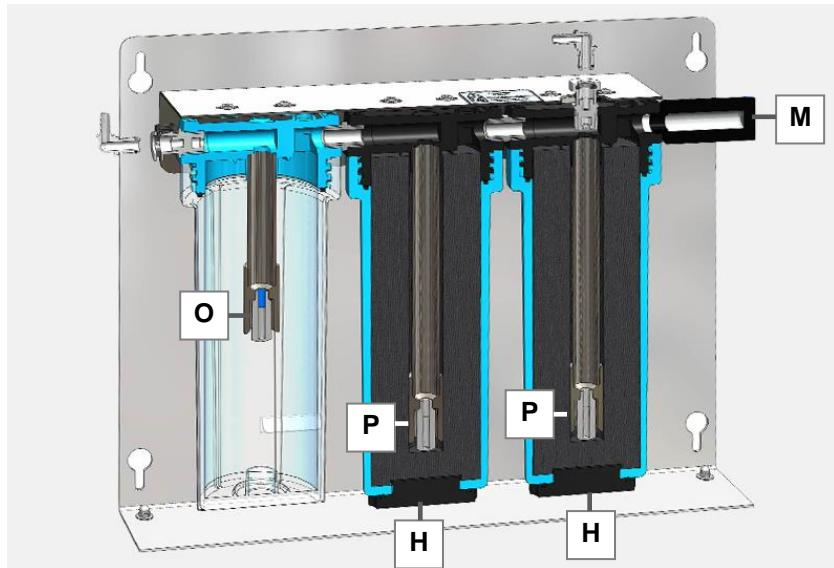

Fig. 14.3.3.1 Vista en sección del filtro de carbón activo
Sustituir el filtro PE externo	<p>Desenrosque el filtro PE externo (Fig. 14.3.3.1.M) en el sentido contrario a las agujas del reloj del cartucho de carbón activo.</p> <p>Envuelva la rosca del nuevo filtro PE con cinta de teflón.</p> <p>Enrosque el nuevo filtro PE a mano.</p>
Sustituir el filtro PE del separador de condensado	<p>Desenrosque el separador de condensado (ver también Cap. 14.3.1 Vaciar el separador de condensado) del soporte.</p> <p>Desenrosque el filtro PE usado (Fig. 14.3.3.1.O) en el sentido contrario a las agujas del reloj del alojamiento.</p> <p>Envuelva la rosca del nuevo filtro PE con cinta de teflón.</p> <p>Enrosque el nuevo filtro PE a mano.</p> <p>Vuelva a enroscar el separador de condensado de forma estanca en el soporte.</p>
Sustituir los filtros PE de los cartuchos de carbón activo	<p>Se recomienda sustituir los filtros PEE de los cartuchos de carbón activo en el marco de la sustitución del granulado de carbón activo.</p> <p>Desenganche la chapa de sujeción (C) del soporte de base (J).</p> <p>Desenrosque el cartucho de carbón activo (ver también Cap. 14.3.2 Sustituir el granulado de carbón activo) del soporte.</p> <p>Vacie el granulado de carbón activo usado.</p> <p>Desenrosque los filtros PE usados (Fig. 14.3.3.1.P) en el sentido contrario a las agujas del reloj del alojamiento.</p> <p>Envuelva la rosca de los nuevos filtros PE con cinta de teflón.</p> <p>Enrosque los nuevos filtros PE a mano.</p> <p>Vuelva a enroscar el cartucho de carbón activo de forma estanca en el soporte.</p> <p>Abra el tornillo de tapón (Fig. 14.3.3.1.H) del cartucho de carbón activo y llénelo mediante el embudo con la cantidad necesaria de granulado de carbón activo fresco.</p> <p>Cierre herméticamente el tornillo de tapón.</p> <p>Vuelva a enganchar la chapa de sujeción en el soporte de base.</p>